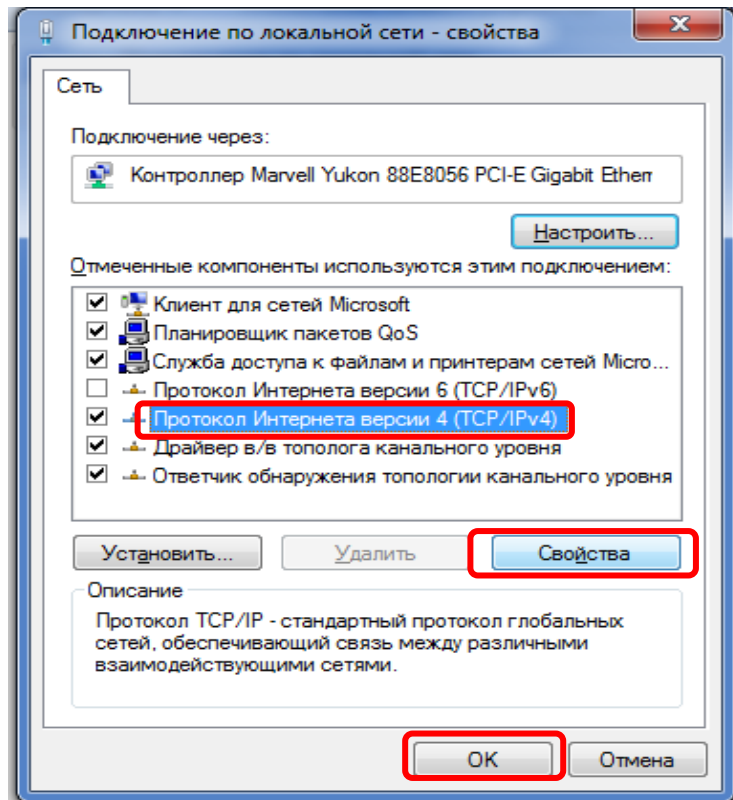

Рисунок 40 – Окно Свойства подключение по локальной сети
2) Откроется окно **Свойства подключения по локальной сети**. Выбрать **Протокол Интернета версии 4 (TCP/IPv4)** и нажать кнопку **Свойства** (см. рисунок 40).